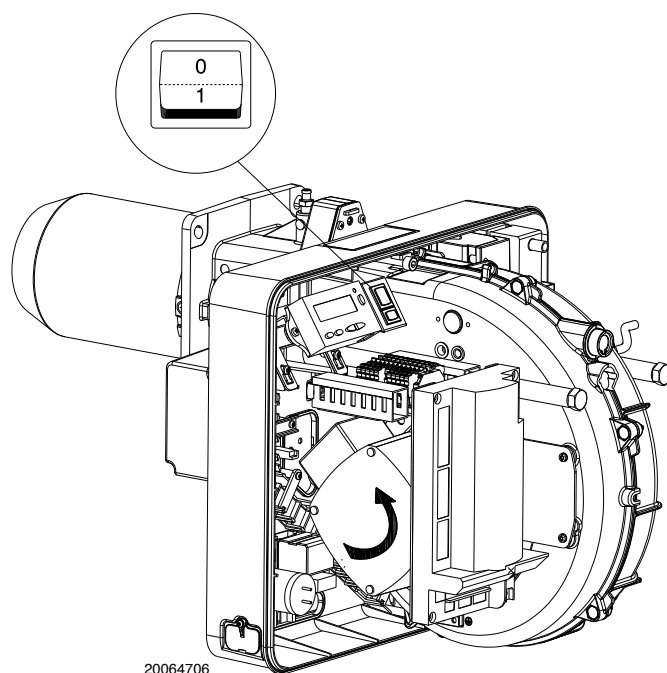

Fig. 32
Cerrar los termostatos/presostatos y poner el interruptor de la Fig. 32 en la posición "1".
Inmediatamente después del arranque del quemador posicionarse de frente al ventilador de refrigeración del motor ventilador y controlar que el mismo gire en sentido contrario a las agujas del reloj. Véase la Fig. 32.
- colocar el interruptor de la Fig. 32 en la posición "0" y esperar que la caja de control ejecute la fase de apagado;
El quemador está en estado de espera de solicitud de calor o el selector "0-1" de la (Fig. 32 a pág. 32) está en la posición "0".